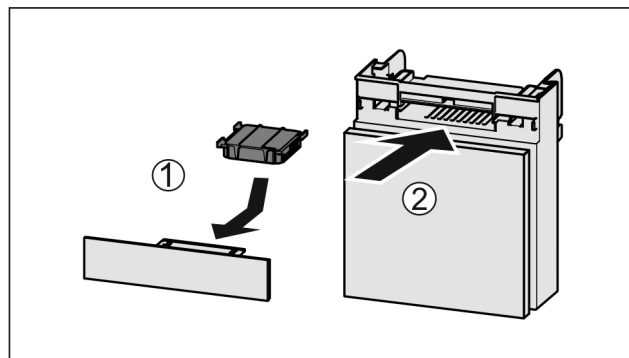

Fig. 35
- Wkładać Fig. 35 (1) filtr z węglem aktywowanym zgodnie z ilustracją.
- Wsunąć komorę Fig. 35 (2).